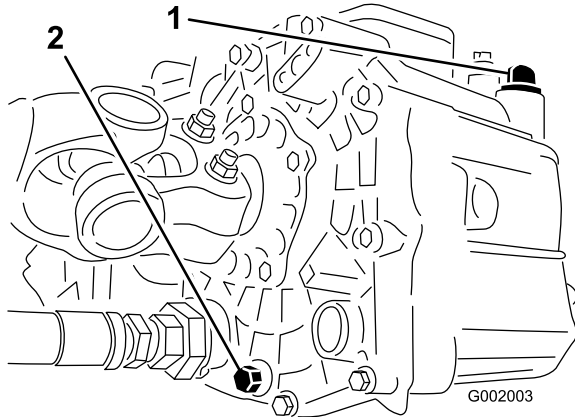

Figura 68
3. Retire el tapón de vaciado del lado del depósito y deje que se drene el aceite hidráulico al recipiente (Figura 68).